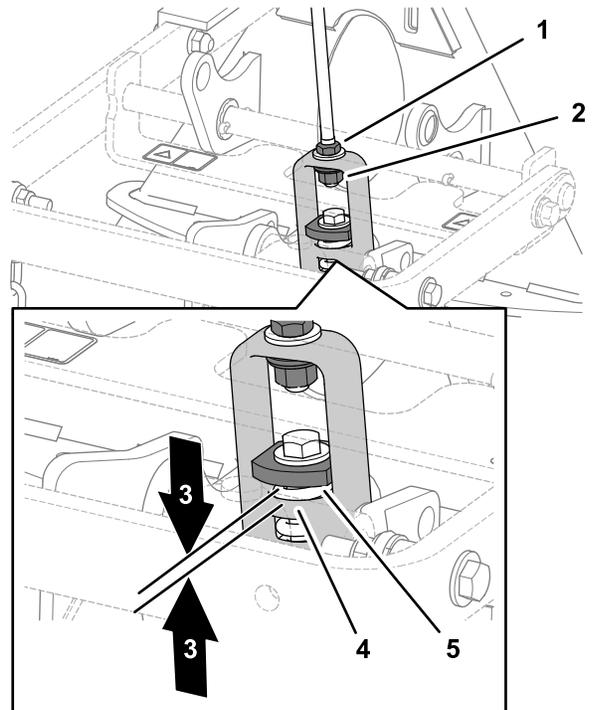

Figura 7
2. Mida el espacio entre la arandela de gran resistencia y el hombro de la horquilla de elevación en el adaptador de accesorios, tal y como se muestra en la Figura 7.
Nota: El enganche está ajustado correctamente si mide un espacio de 1,5 a 2 mm entre la arandela de gran resistencia y el hombro de la horquilla de elevación (Figura 7).
3. Si el espacio no es correcto, afloje la contratuerca y apriete o afloje la tuerca de ajuste del conjunto de enganche según sea necesario para obtener el espacio correcto (Figura 7).